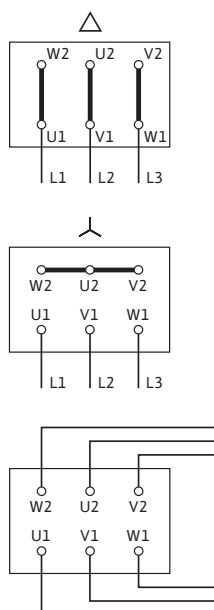

Fig. 11: Alimentarea electrică
- Schema de conectare electrică se găsește la capacul modulului cuplabil la cutia de borne (v. și fig. 11).
- Valoarea tensiunii la placa de borne depinde de puterea motorului P_2 , de tensiunea de rețea și de tipul de conexiune. Comutarea necesară a punților de legătură de la modulul cuplabil la cutia de borne se regăsește în următorul tabel și în fig. 11